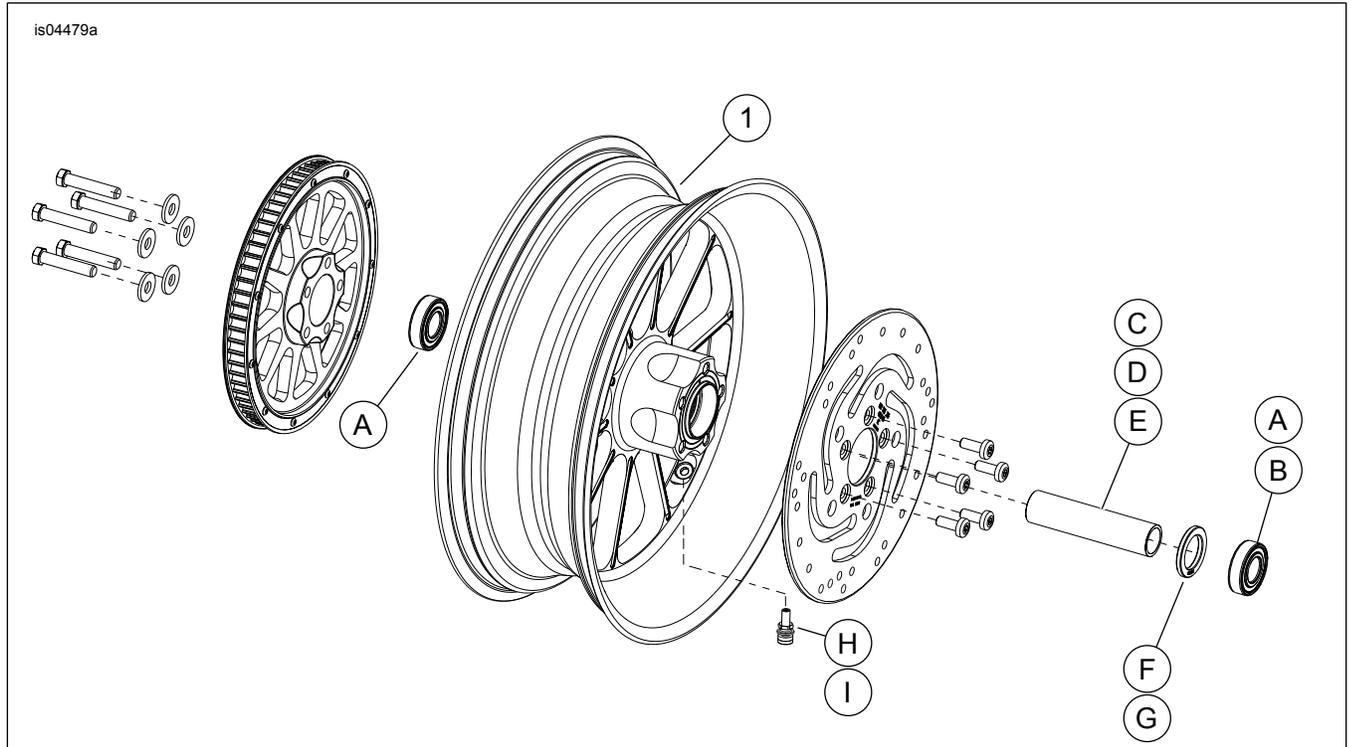

Abbildung 1. Ersatzteile: „Revolver“-Hinterräder (17-Zoll abgebildet)
Siehe Abbildung 1 und Tabelle 2.
2. Siehe Abbildung 1. Die Ventilschaft-Baugruppe (H oder I) am Rad anbringen. Siehe REIFEN im Werkstatthandbuch.